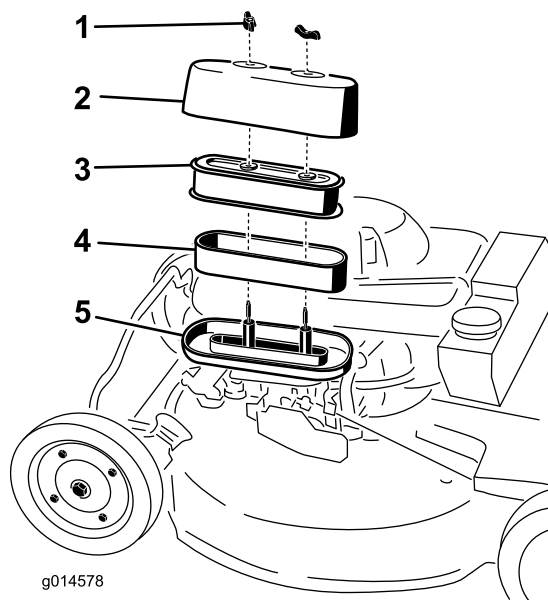

Figure 28
3. Retirez les 2 écrous de fixation du couvercle (Figure 28).
5. Déposez les éléments en mousse et papier de la base (Figure 28).
6. Sortez l'élément en mousse de l'élément en papier (Figure 28).